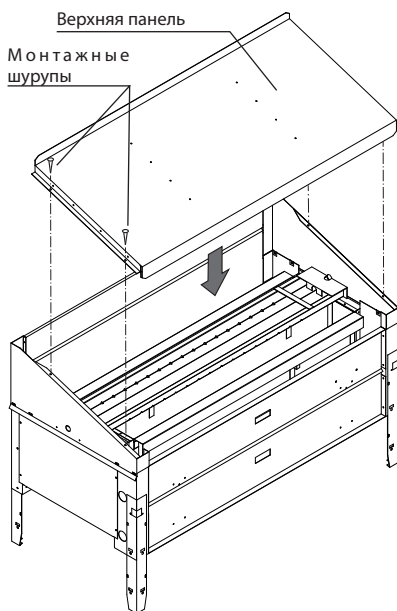

Рис. 7
8. Монтаж верхней панели (рис. 7)